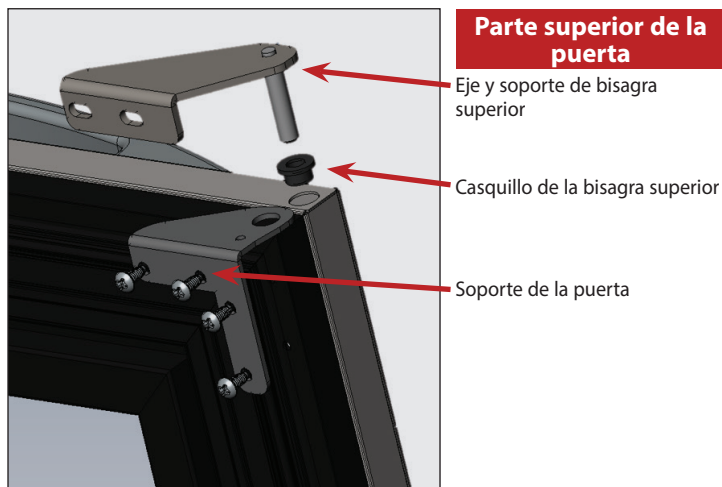

Fig. 4a. Componentes de la bisagra superior.
1. Desmonte todos los herrajes de la puerta, excepto el tirador de la puerta (véanse las fig. 4a y 4b). Coloque los soportes de la puerta a un lado.